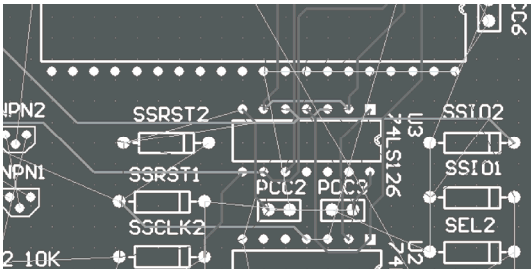

图 6-79 指定 par2 元器件布线
- 2) 执行该命令后，光标变为十字形状，选择需要进行布线的元器件，本实例选择元器件 U3 进行布线，可以看到系统完成了与 U3 有关的布线，如图 6-79 所示。